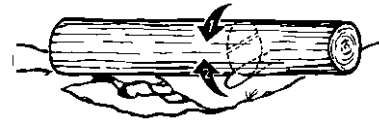

Fig.24
3. Tronçonnage d'un tronc supporté aux deux extrémités: Effectuer d'abord une coupe par dessus sur 1/3 du diamètre de façon à éviter l'éclatement du bois. Ensuite, effectuer une coupe par dessous (sous-coupe) pour joindre la première coupe et éviter tout coincage (Figure 24).